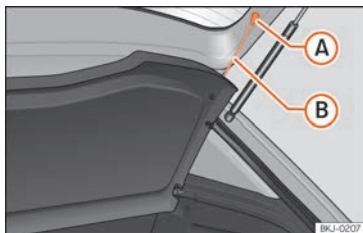

Abb. 116 Im Gepäckraum: Gepäckraumabdeckung aus- und einbauen.
- Hängen Sie die Haltebänder »» Abb. 116 (B) aus den Aufnahmen (A) aus.
- Hängen Sie die Haltebänder »» Abb. 116 (B) an der Heckklappe ein.